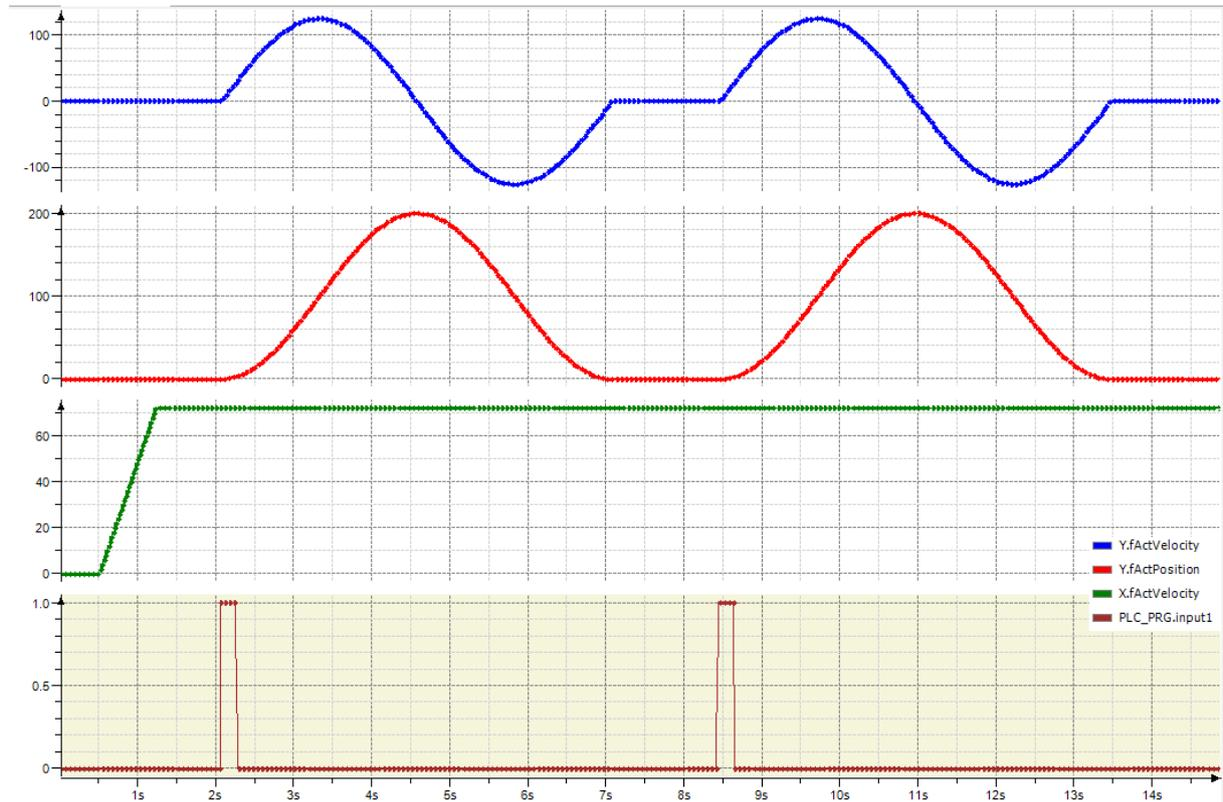

图 8.9 凸轮启动信号和凸轮的位移、速度曲线
4. 运行程序。结果如图 8.9 所示。
与图 8.8 比较，凸轮的轮廓函数虽然一样，但图 8.9 的速度曲线连续、平滑；位置曲线更精确。
注意：图 8.9 中 Y 轴的速度曲线 Y.fActVelocity 是 dY/dt ，而非 dY/dX 。